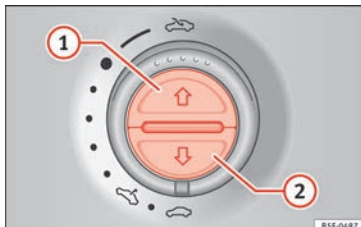

Abb. 98 In der Dachinnenverkleidung: Tasten des Sonnenschutzrollos.
Vollständig öffnen (automatische Funktion)	Taste » Abb. 98 ① kurz drücken.
- Der Schalter muss auf der Position „geschlossen“ » » Seite 11 ① stehen.
- *Panorama-Schiebedach:* Innerhalb von etwa 5 Sekunden nach dem Auslösen der Kraftbegrenzung den Schalter hinten so lange ziehen » » Seite 11 (Pfeil ⑤), bis das Panorama-Schiebedach vollständig geschlossen ist.
• **Sonnenschutzrollo:** Innerhalb von etwa 5 Sekunden nach dem Auslösen der Kraftbegrenzung die Taste »» **Abb. 98** ② so lange drücken, bis das Sonnenschutzrollo vollständig geschlossen ist.